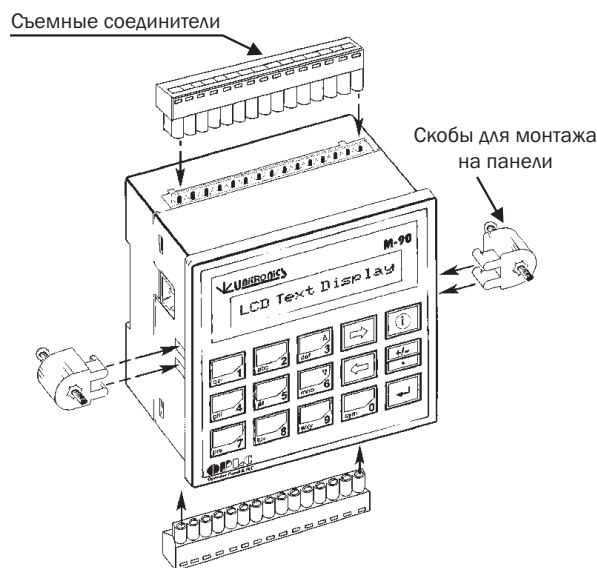

Рисунок 2. Стандартный комплект «M90»
Прежде чем вы приступите к работам по монтажу «M90», проверьте его комплектацию. В стандартную комплектацию «M90» входят зеленые пластиковые съемные соединители и 2 черных пластиковых монтажных скобы, каждая с винтом для монтажа на панели. Эти элементы показаны на Рис. 2. Комплект также содержит резиновую неопреновую изоляцию, используемую при монтаже «M90» на панели; CD-ROM с программным обеспечением «U90 Ladder», используемое для программирования «M90» и кабель для загрузки программы с компьютера в контроллер. Эти элементы на Рис. 2 не показаны.
- 4 Вставьте две черных пластиковые монтажные скобы в щели по бокам от «M90», как показано на Рис. 2, стр. 15.